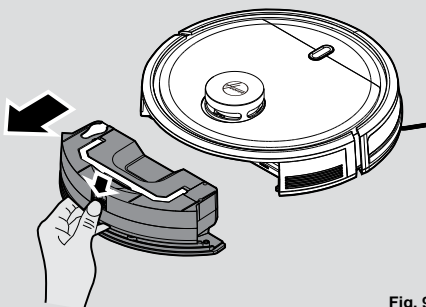

Fig. 9
1. Trykk på slippknappen og dra den ut. [Fig. 9]
1. Etter støvsuging, ta av vanntanken og støvbeholderen. Trykk på slippknappen og dra den ut. [Fig. 9]